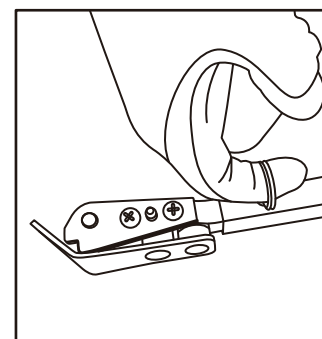

Figure 5
B. Lorsque vous tirez dans les airs ou par le haut, tirez la tige vers l'avant sur l'extension avant (6), faites pivoter de 180 degrés et réinsérez dans le bras de support (5), puis réinstallez la tige (figures 5 et 6). Enroulez le câble sous la base du cabestan (1) et dans le sens inverse des aiguilles d'une montre. Assurez-vous que la perceuse de 18 volts est en marche **AVANT** et obtenez un résultat similaire à celui de la plupart des extracteurs classiques.